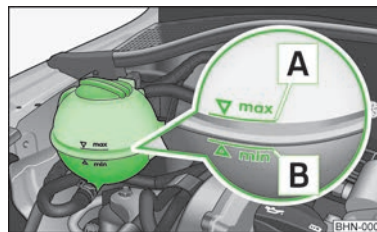

Abb. 100
Zum Nachfüllen empfehlen wir nur das Frostschutzmittel zu verwenden, dessen Bezeichnung auf dem Kühlmittelausgleichsbehälter aufgeführt ist » Abb. 100 auf Seite 131.
➤ Den Kühlmittelstand am Kühlmittelausgleichsbehälter prüfen » **Abb. 100**. Der Kühlmittelstand muss bei kaltem Motor zwischen den Markierungen **B** (min.) und **A** (max.) liegen. Bei warmem Motor kann er auch etwas über der Markierung **A** (max.) liegen.
- Einen Lappen auf den Verschlussdeckel des Kühlmittelausgleichsbehälters » **Abb. 100** auf Seite 131 legen und den Deckel **vorsichtig** abschrauben.
Das Kühlmittel nicht über die Marke **A** (max.) auffüllen » **Abb. 100** auf Seite 131! Überschüssiges Kühlmittel wird bei Erwärmung durch das Überdruckventil im Verschlussdeckel des Kühlmittelausgleichsbehälters aus dem Kühlsystem gedrückt.